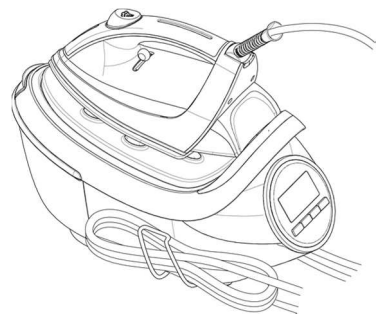

Рисунок 7
5. Зберігайте кабель живлення та шланг подавання пари за допомогою скоби для намотування кабелю (рисунок 7).